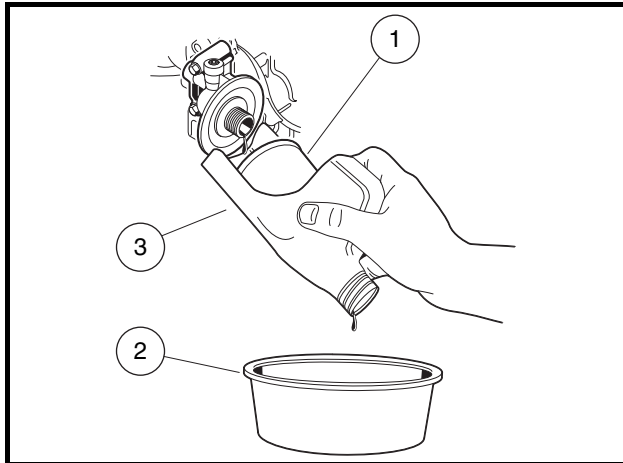

Figure 37 Retirer le filtre à huile moteur
9. Retirer le filtre à huile moteur (1) en le tournant dans le sens antihoraire et vidanger dans le bac de vidange (2) l'huile qui reste dans l'orifice du filtre et dans le filtre (**Figure 37**). **Voir REMARQUE ci-dessous.**